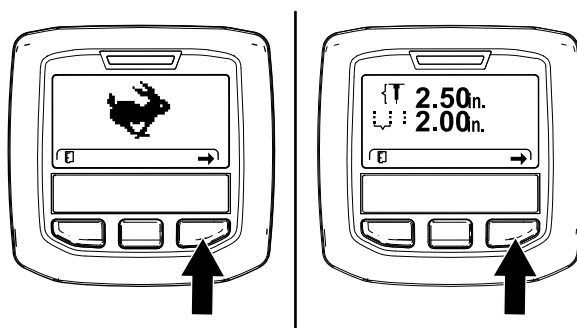

図 65
**注** 移動走行モード画面またはエアレーションモード画面が表示される 図 65。